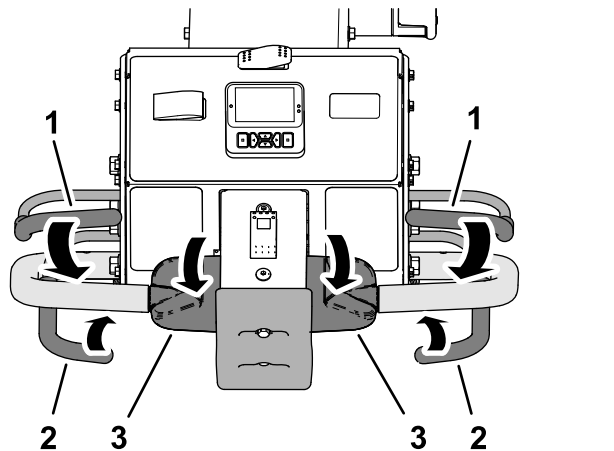

Figura 37
2. inei oricare dintre manetele pentru prezenta operatorului la bara de ghidare, rotii partea superioară a comenzii traciune înainte i închidei maneta de aerare (Figura 37).